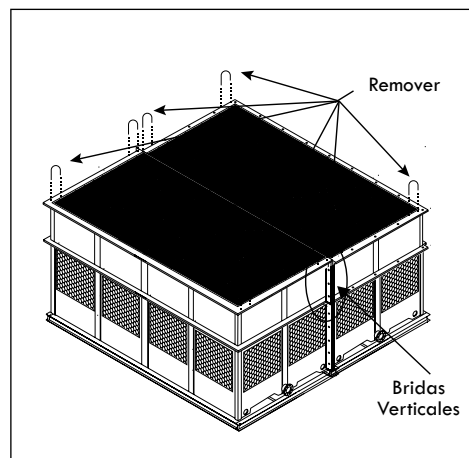

**Figura A-27:** Remover las argollas de izar de la cisterna en una torre de cuatro ventiladores
- J. Después de instalar la cisterna, remueva las argollas de izar que se encuentran en la brida antes de instalar la siguiente sección (ver Figura A-27).